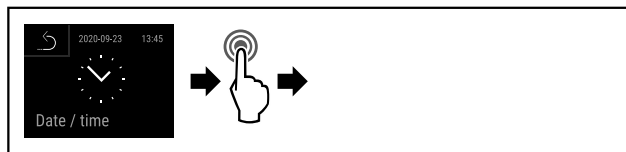

Fig. 105
- ▶ Eseguire i passi (vedere Fig. 105).